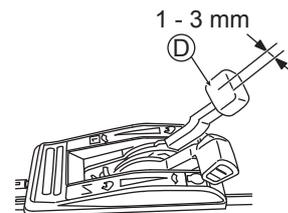

Fig. 26
Réglez le jeu du Levier de changement de vitesse (D) à 1 - 3 mm ainsi qu'illustré dans la Fig. 26.
3. Démarrez le moteur et vérifiez que la vitesse de rotation change lorsque vous activez le Levier de changement de vitesse (D).